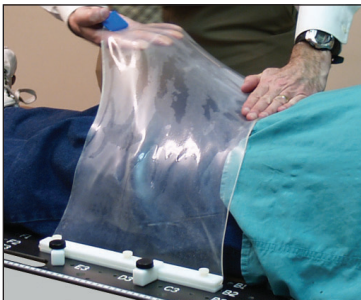

図1
5. 熱可塑性樹脂を指で優しく押さえ、希望の輪郭に合わせて成形します (図1)。